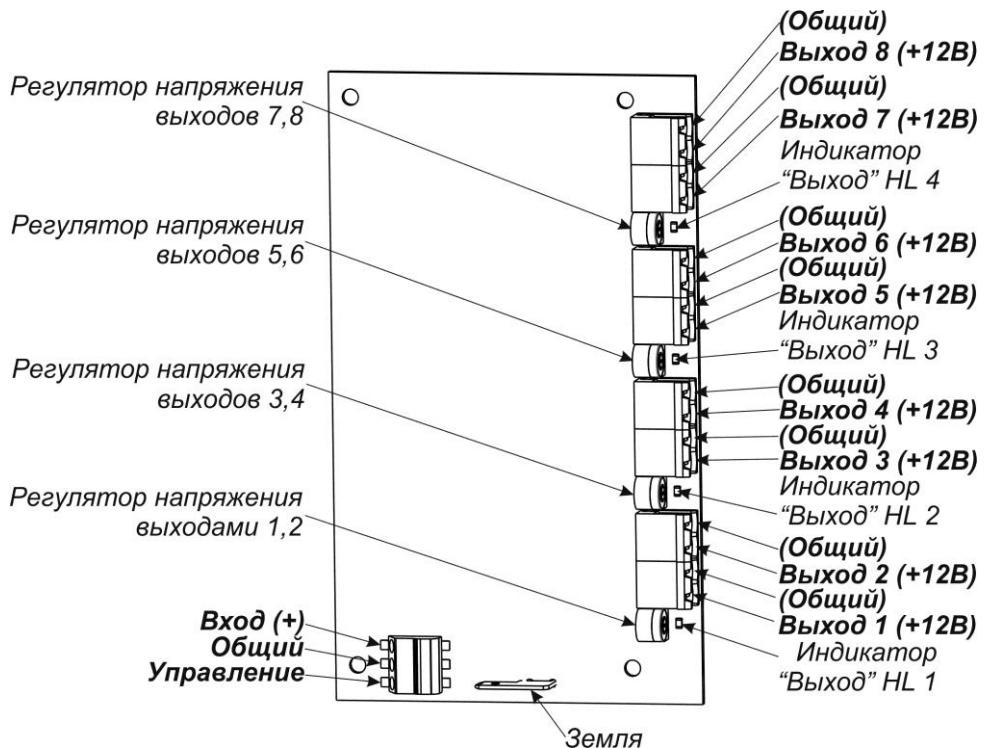

Рисунок 4 - Расположение органов коммутации, управления и индикации на плате преобразователя PN-V.8
току (К3), нормальный режим работы пары выходов восстанавливается автоматически. Состояние каждой пары выходов отображается светодиодными индикаторами, установленными на платах преобразователей напряжения PN-V.8 см. рисунок 4.
- подключить подводящие провода нагрузок к клеммам «ВЫХОД», «ОБЩИЙ» плат преобразователей, минусовой провод – к клемме «ОБЩИЙ», плюсовый – к клемме «ВЫХОД» (см. рисунок 4);